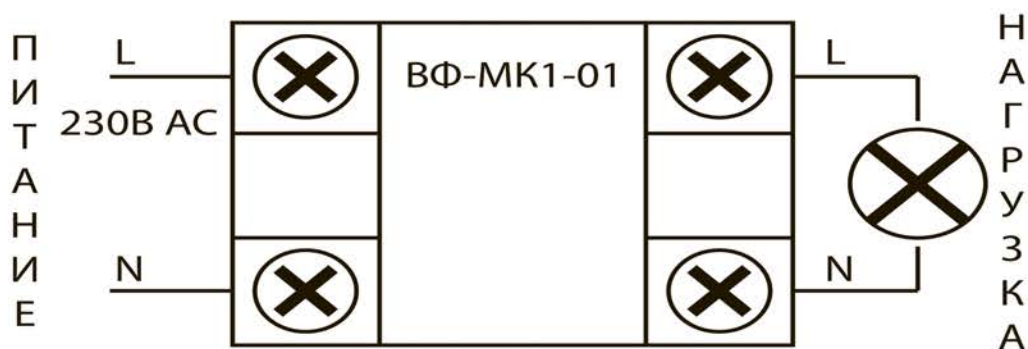

Рисунок 2. Схема подключения реле ВФ-МК1-01 к электрической сети
3) Подключить реле ВФ-МК1-01 к питающей сети (рисунок 2), подключить нагрузку к реле;